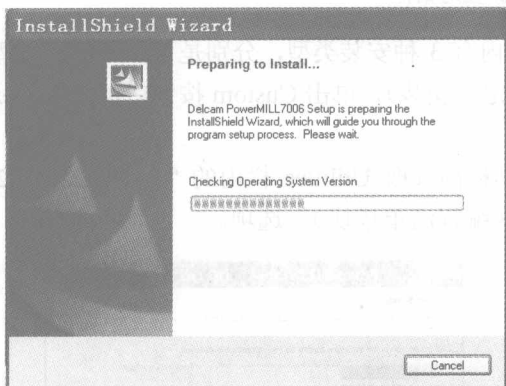

图 1-2 准备安装对话框
(1) 在光驱中放入 PowerMILL 7.0 安装光盘，等待几秒，系统会自动运行安装程序，出现如图 1-2 所示对话框。若无反应，则单击“开始”→“运行”→“浏览”命令，找到光盘中的“setup.exe”执行文件。